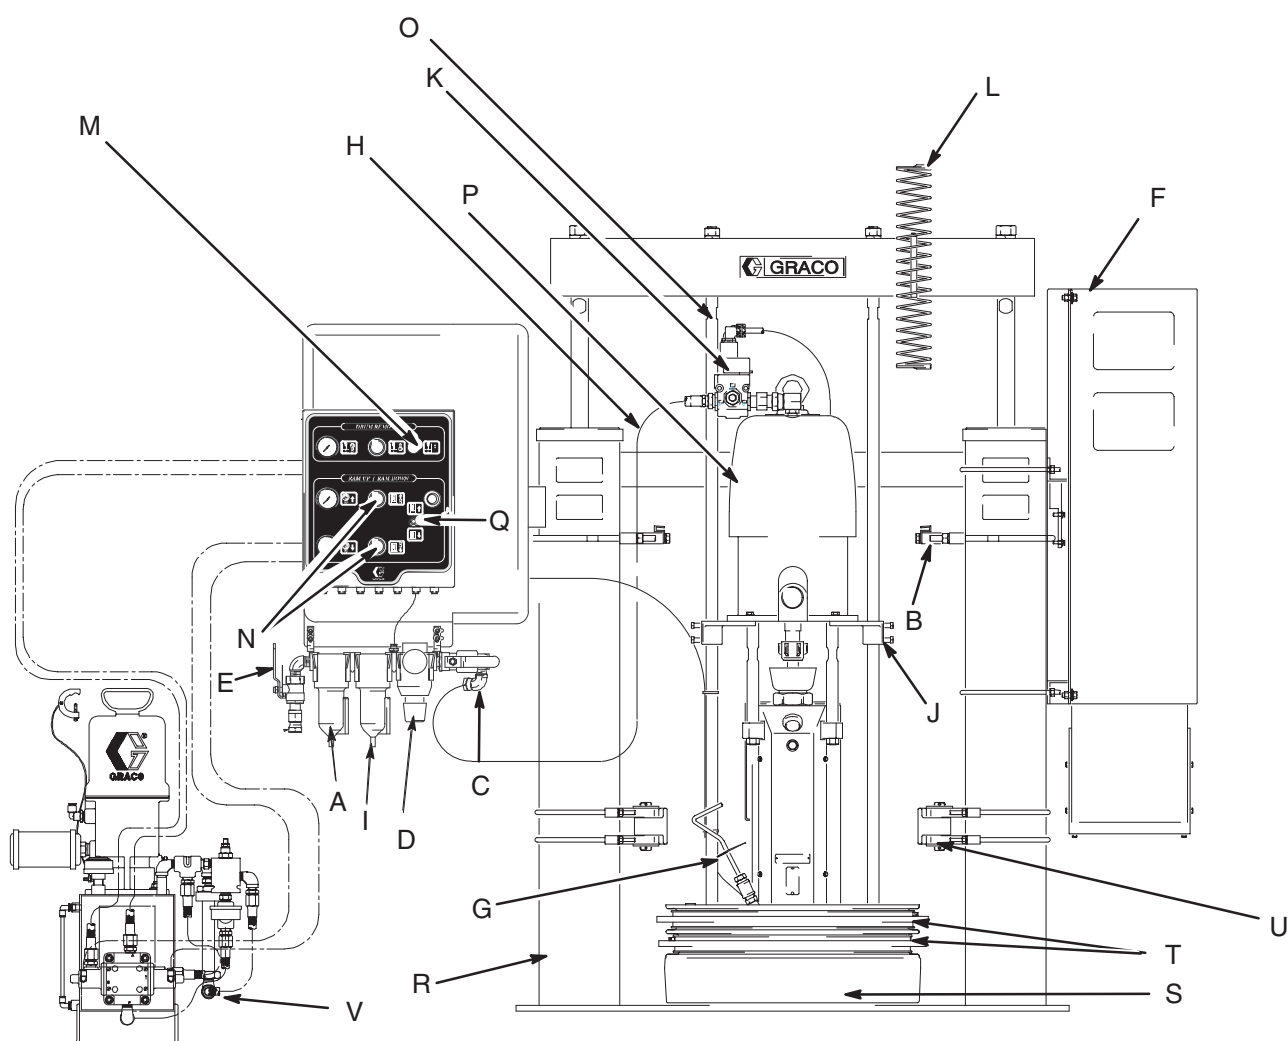

Fig. 4
Prima di installare il sistema è necessario studiare a fondo le parti illustrate di seguito. Per ulteriori informazioni, fare riferimento alla Fig. 4 a pagina 10.
Fare riferimento allo schema dell'installazione tipica (Fig. 4) ed alla Fig. 2. I seguenti componenti sono inclusi con il modulo:
- Il regolatore aria della pompa (D) controlla la velocità della pompa e la pressione di uscita regolando la pressione aria alla pompa. Questo si trova sul pannello di controllo dell'aria a monte della valvola di sfiato principale del tipo a spurgo.
- I regolatori aria del ram (N) controllano la pressione pneumatica all'alimentazione idraulica che controlla il movimento del ram. Vi sono regolatori dell'aria separati per controllare la pressione del ram nelle direzioni superiore ed inferiore.
- Alimentazione idraulica (Fig. 4, codice V) controlla il movimento del ram.
- La valvola del pulsante di scarico dell'elevatore (M) controlla la pressione dell'aria alla valvola dello scarico dell'elevatore.
- FRL (filtro, regolatore, lubrificante) (A), (D), e (I) condiziona l'aria al ram ed alla pompa. Il regolatore dell'aria della pompa si trova in questo gruppo. L'aria del ram viene presa da questo gruppo; un tubo della linea dell'aria collega l'FRL ed il modulo di controllo dell'aria.